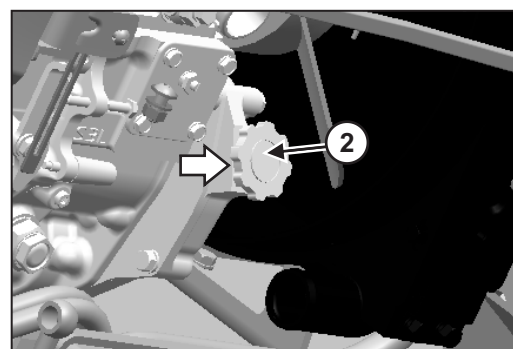

Fig. 5.3c
2. Encha o óleo do motor com o óleo de motor especificado até ao nível especificado para a capacidade do cárter a partir da tampa de enchimento de óleo (fig. 5.3c e 5.3d).